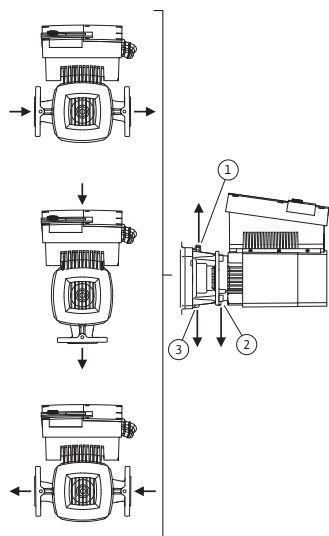

Fig. 23: Dopuszczalne położenia montażowe z poziomym wałem silnika
Dopuszczalne położenia montażowe z poziomym wałem silnika i modułem elektronicznym skierowanym w górę (0°) są przedstawione na Fig. 23. Nie przedstawiono dopuszczalnych położenia montażowych z modułem elektronicznym zamontowanym z boku ($\pm 90^\circ$). Dozwolone jest każde położenie montażowe, z wyjątkiem montażu „moduł elektroniczny skierowany w dół” (-180°). Odpowietrzanie pompy jest zapewnione tylko wtedy, gdy zawór odpowietrzający jest skierowany w górę (Fig. 23, poz. 1).
Tylko w tej pozycji (0°) spływający kondensat może być odprowadzany przez odpowiedni wywiercony otwór, latarnię pompy (Fig. 23, poz. 3) oraz silnik (Fig. 23, poz. 2). W tym celu należy usunąć korek na kotnierzu silnika (Fig. 7, poz. 7a).
- Przy poziomym wale silnika otwór na kondensat musi być skierowany w dół (Fig. 23, poz. 2). W razie potrzeby odpowiednio obrócić silnik.